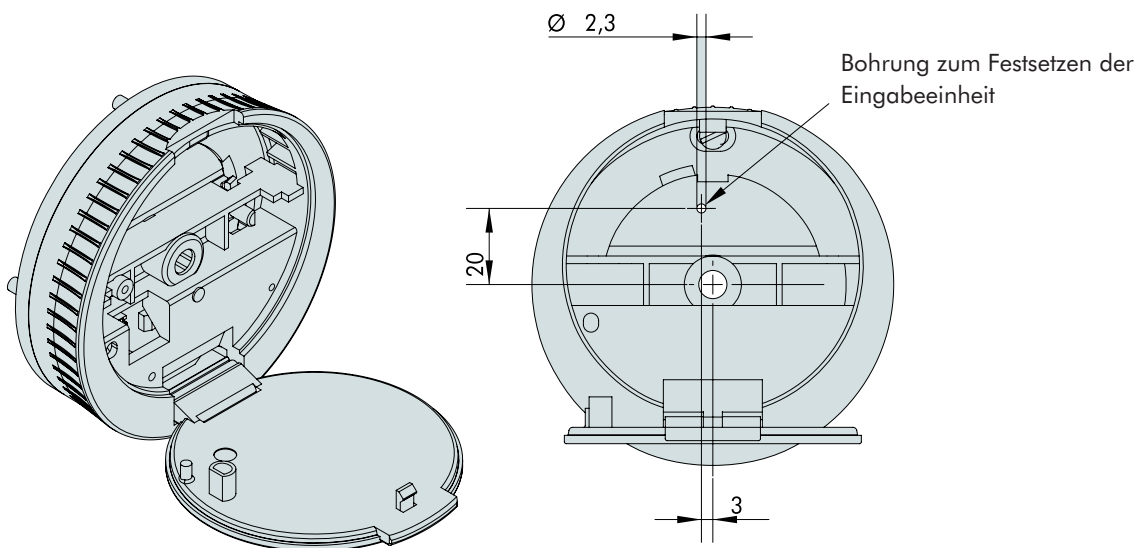

Abb. 10: Eingabeeinheit RO (festgesetzt)
- Montage Befestigungsring siehe 4.3. Es muss eine zusätzliche Bohrung in der Tür des Wertbehältnisses eingebracht werden (siehe Abb. 10).